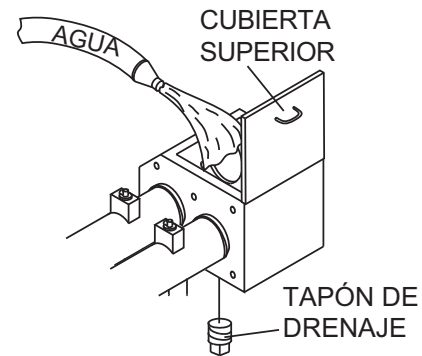

Figura 50. Limpieza de la caja de lubricación
1. Quite la tapa superior y el tapón de drenaje (Figura 50) ubicados en el fondo de la caja y drene completamente el interior de la caja.
3. Mientras hace funcionar el cilindro, rocíe agua en la caja para eliminar completamente toda la contaminación (Figura 50).